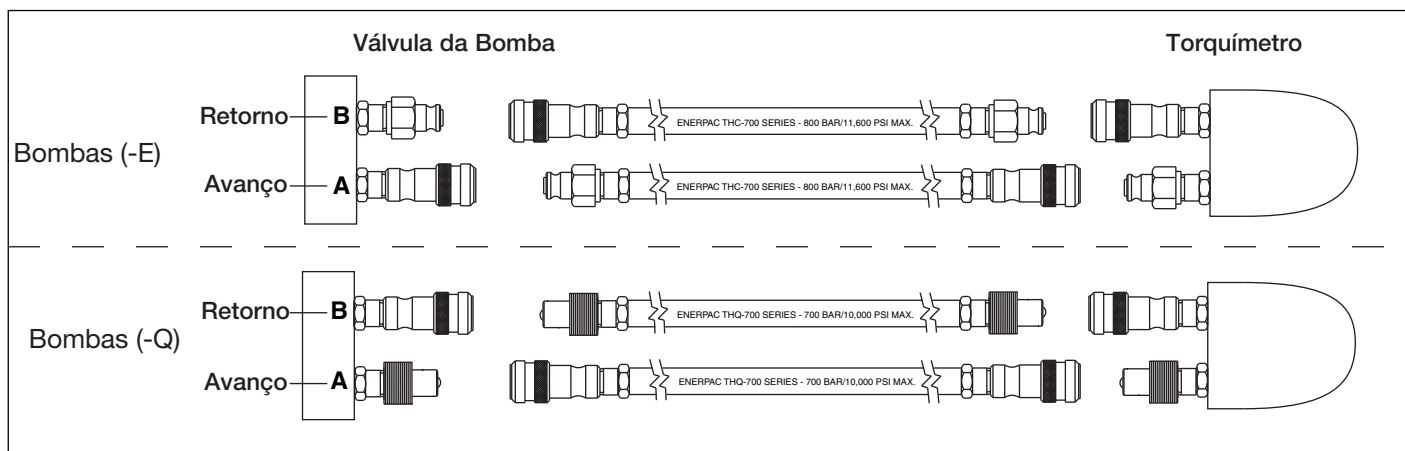

Figura 5, Detalhes da Mangueira
Faça as ligações das mangueiras, conforme descrito para a sua bomba dos tipos (-E) ou (-Q). Ver Figura 5.
2. Bomba tipo (-Q) é usada com torquímetro Enerpac S e W e outras marcas: use mangueiras Enerpac marcadas “THQ-700 series - 700 bar/10,000 psi max.” Os engates rápidos devem ser polarizados, conforme Figura 5 para operação correta do torquímetro. Certifique-se de que os engates rápidos estão totalmente engatados e apertados antes da operação. Acoplamento parcial do engate vai evitar o funcionamento adequado do torquímetro.